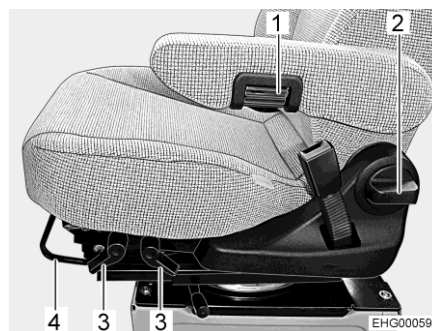

Bild 20 Sitzverstellung (Aguti GIS-Liner)
- Den Bügel (Bild 20,4) nach oben ziehen.
- Den entsprechenden Hebel (Bild 20,3) nach oben ziehen.
- Griff (Bild 20,2) drehen.
- Zur Feineinstellung das Rändelrad (Bild 20,1) drehen. Je nach Drehrichtung neigt sich die Armlehne nach oben oder unten.